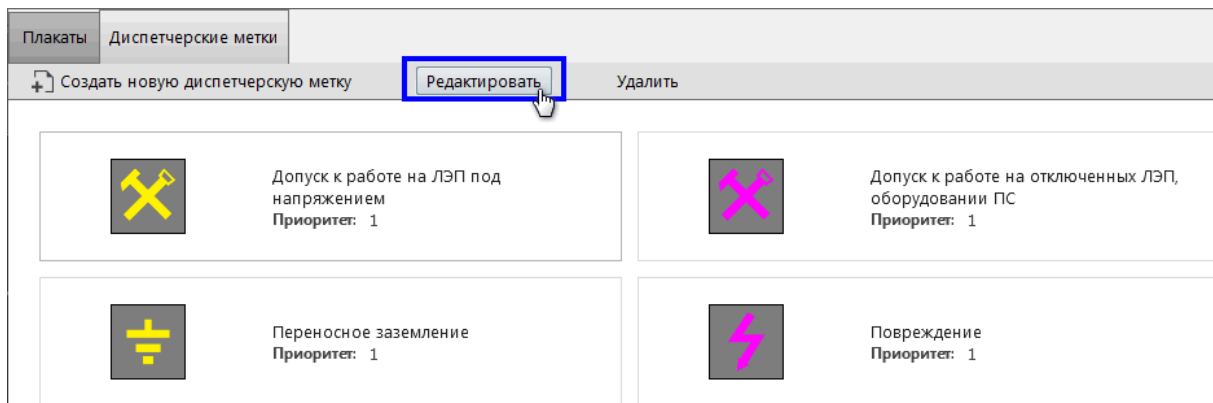

Рисунок 297 - Редактировать диспетчерскую метку
2. Нажмите **Редактировать** (Рисунок 297).